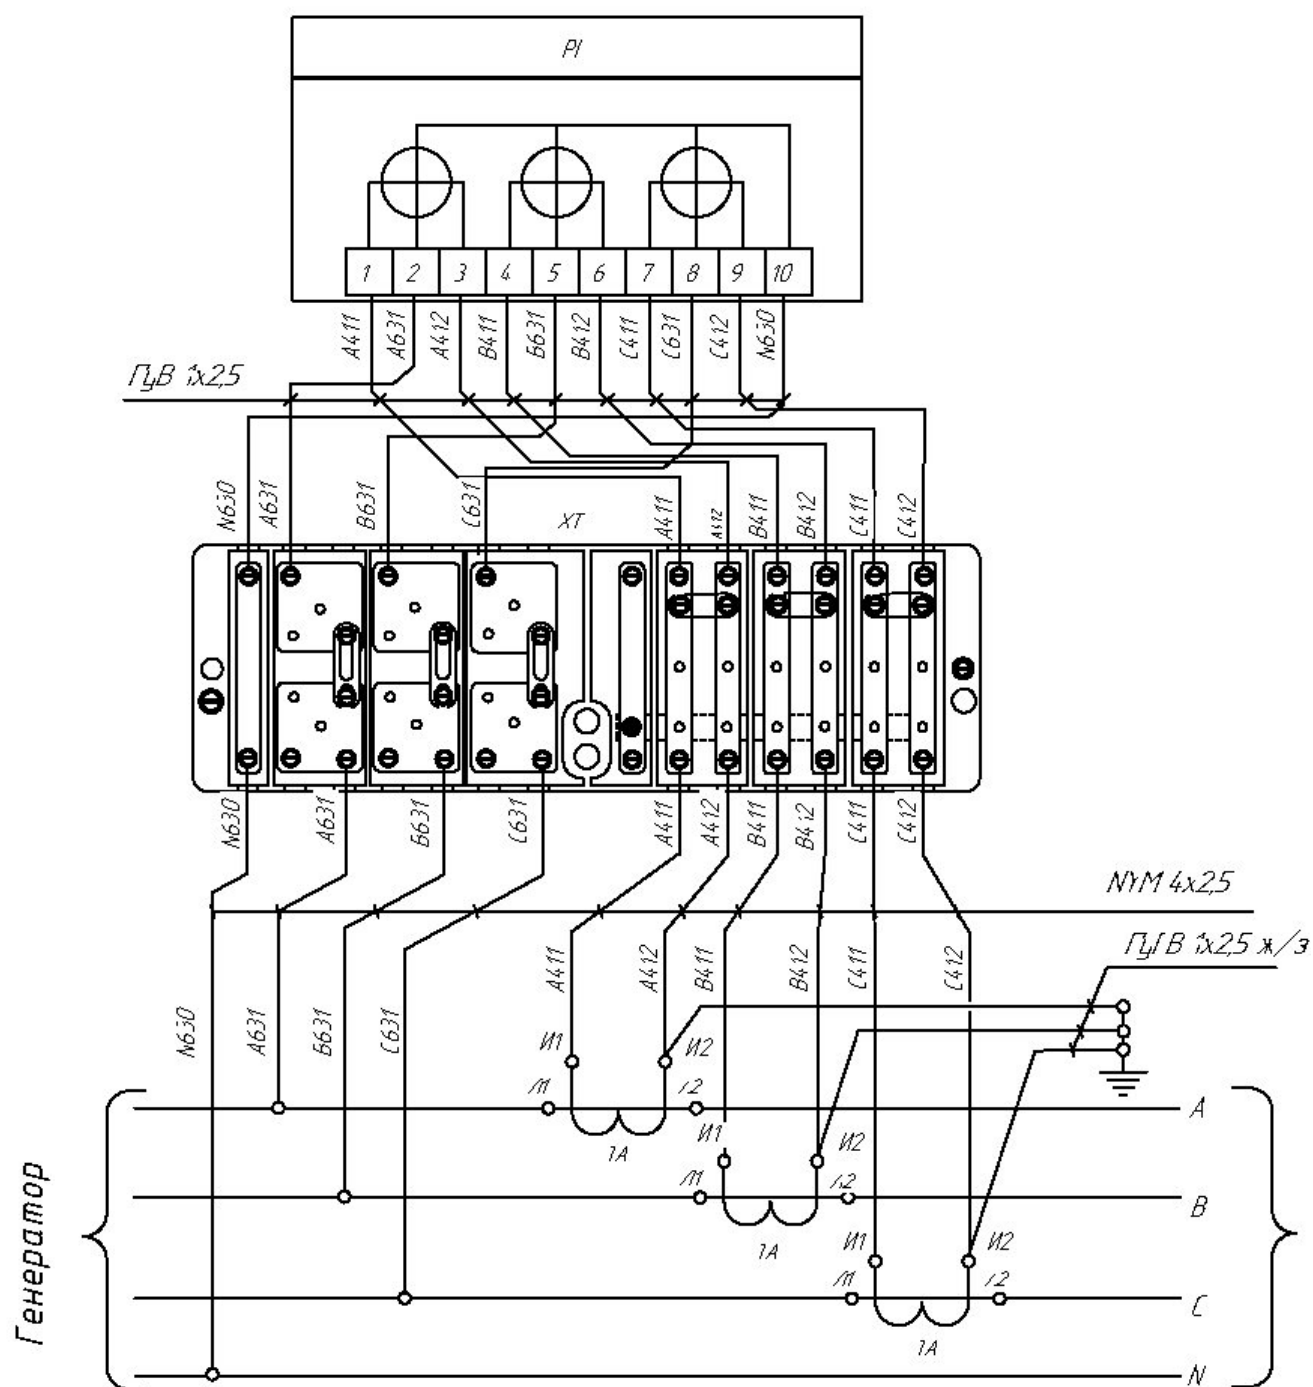

Рисунок 6 – Схема подключения счетчика НАРТИС-И300 W131 A5S(A5SR1)10
4.7 Измерительные цепи напряжения выполнить единым отрезком кабеля. Концы кабеля с одной стороны подключить к шинам в месте крепления измерительных трансформаторов тока или к специальным контактам измерительных трансформаторов тока (при их наличии), предназначенным для подключения измерительных цепей напряжения, и к испытательной клеммной колодке с другой стороны согласно схеме подключения (рисунок 6).
4.8 Измерительные цепи тока выполнить единым отрезком кабеля. Концы кабеля с одной стороны подключить к трансформаторам тока и испытательной клеммной колодке с другой стороны согласно схеме подключения (рисунок 6).
4.9 Подключить счетчик к испытательной клеммной колодке. Ослабить винты клемм подключения измерительных цепей тока и напряжения и вставить провода в отверстия клемм согласно схеме подключения (рисунок 6). Не допускается попадание в зажим клеммы участка провода с изоляцией.